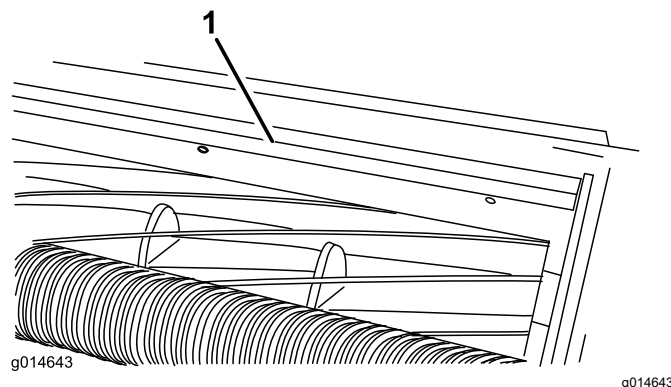

Bild 4
1. Lockern Sie die Schrauben, mit denen die obere Leiste an der Schneideinheit befestigt ist (**Bild 4**).